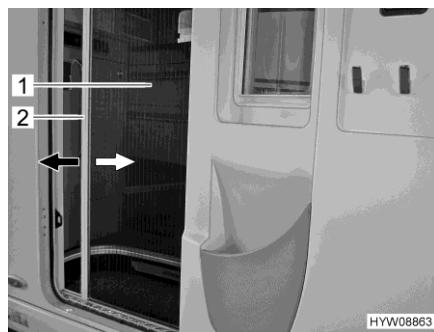

Fig. 34 Protezione contro gli insetti (porta di ingresso)
Chiusura: ■ Afferrare la barra di presa (Fig. 34,2) con entrambe le mani ed estrarre con movimento uniforme la protezione contro gli insetti (Fig. 34,1) dall'alloggiamento della porta.
- Apertura:* ■ Afferrare la barra di presa (Fig. 34,2) con entrambe le mani e spingere la protezione contro gli insetti (Fig. 34,1) nell'alloggiamento della porta esercitando una leggera pressione.